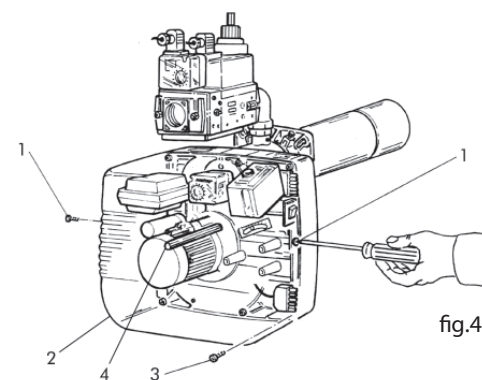

fig.4
Para acceder a los componentes principales es suficiente quitar la tapa protectora (fig.4). El mantenimiento en la cabeza de combustión se efectúa de la siguiente manera:
- Destornillen los tornillos 1 y quiten la tapa protectora 2 (fig.4).
- Destornillen los tornillos 3 y el perno central 4 (fig.4).